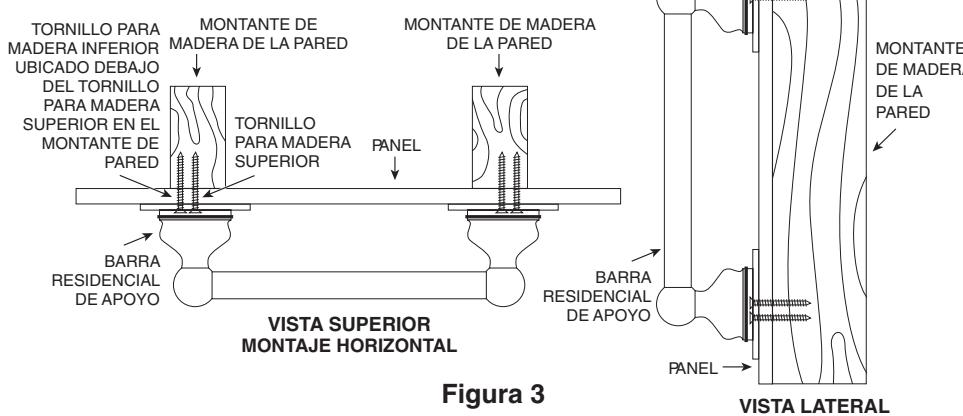

Figura 3
4. Inserte los tornillos para madera provistos dentro de un extremo de la barra de soporte. Atornille en la pared y en el montante de pared (**APRIETE A MANO ÚNICAMENTE**) (vea la Figura 3).